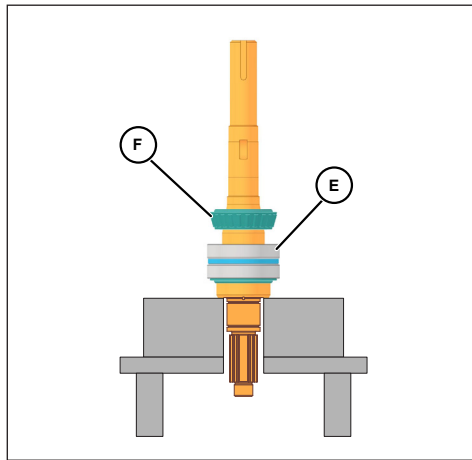

Abbildung 81 - Montage der oberen Schale und des oberen Konus
7. Setzen Sie die obere Schale (Abbildung 81, Pos. E) auf das äußere Distanzstück.
8. Schmieren Sie den übrigen oberen Konus und den Rollenbausatz (Abbildung 81, Pos. F) mit Öl oder Fett und schieben Sie ihn über die Welle, der Rollenradius zeigt nach oben. Drücken Sie ihn auf die Welle und in die obere Schale.